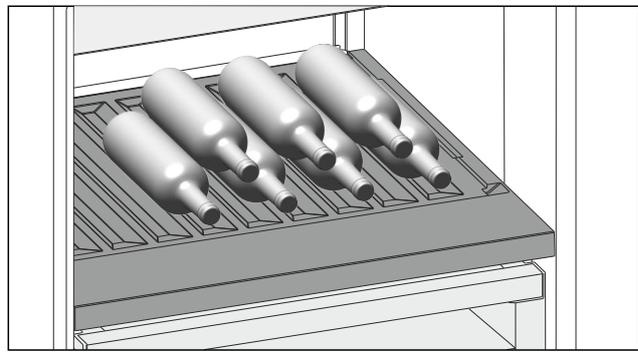

Fig. 119
- ▶ Flaschen mit dem Boden nach hinten zur Rückwand einlegen. (siehe Fig. 119)